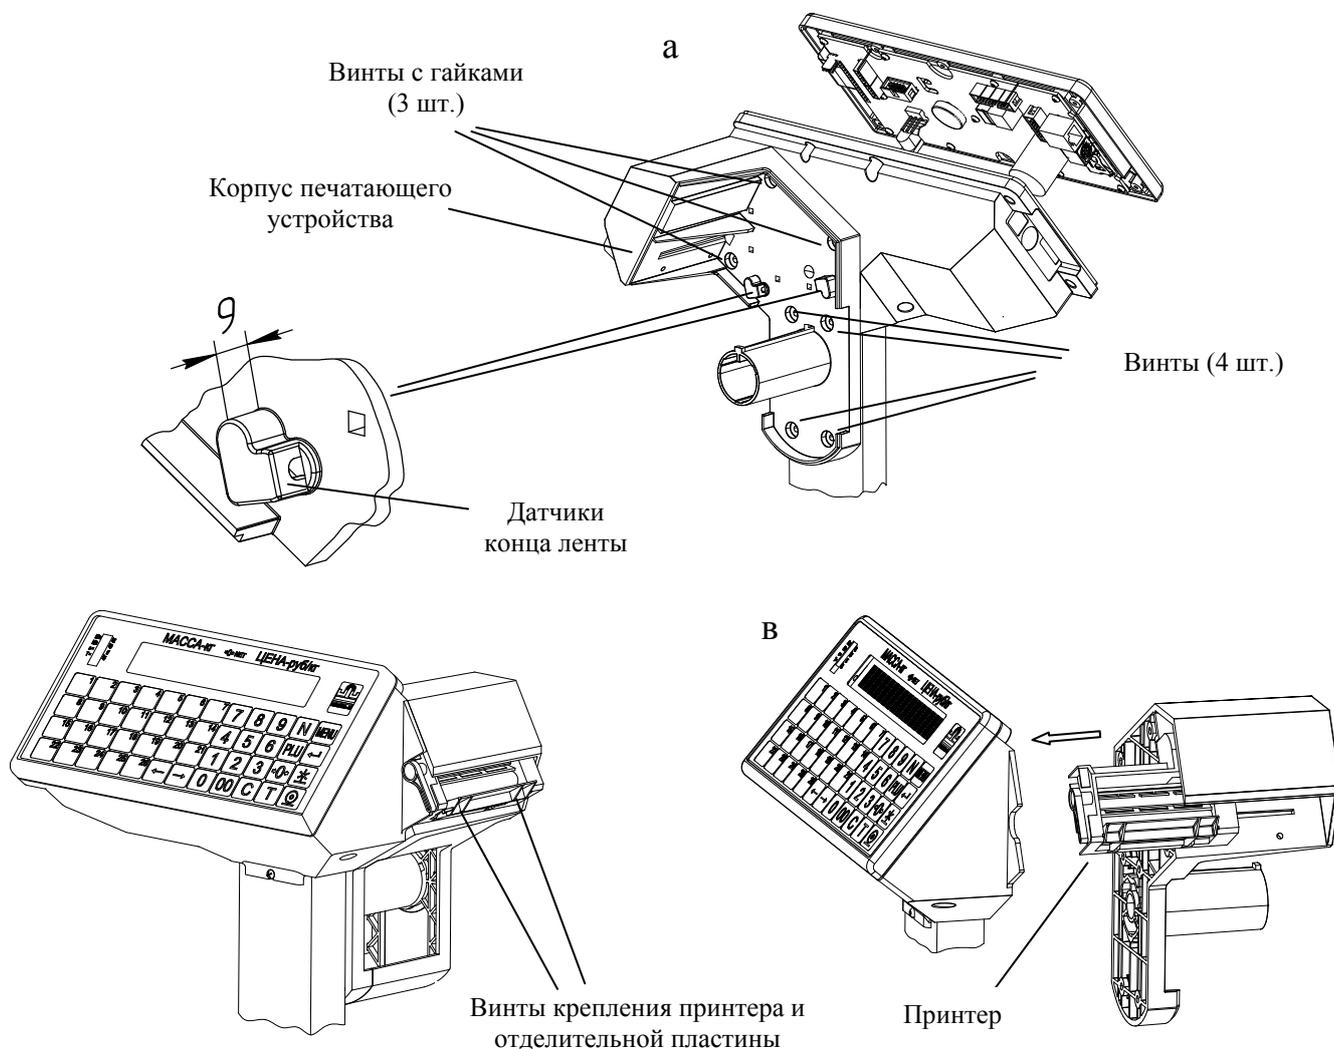

Рис. 6.10 - Замена принтера (см. п.6.3.7.3).
Отличительный признак доработанных модификаций- корпуса датчиков конца ленты выступают на 15 мм от плоскости корпуса печатающего устройства (а не на 9мм как показано на рис.6.10а).
Отличительный признак таких модификаций - корпуса датчиков конца ленты (см. рис.6.10а) выступают на 9 мм от плоскости корпуса печатающего устройства (в доработанных вариантах выступ составляет 15мм).
6.3.8.1.2 Отвинтить семь винтов крепления корпуса печатающего устройства (рис.6.10а).
6.3.8.1.4 Вынуть принтер из корпуса печатающего устройства в направлении указанном стрелкой (рис. 6.10в). Отсоединить от принтера разъем CON-кабеля (16 контактов).
6.3.9.1 Отвинтить винты крепления крышки блока управления к корпусу (рис.6.10а).
6.3.9.3 Отвинтить семь винтов крепления корпуса печатающего устройства (рис. 6.10а).
6.3.10.1 Отвинтить винты крепления крышки блока управления к корпусу (рис.6.10а).